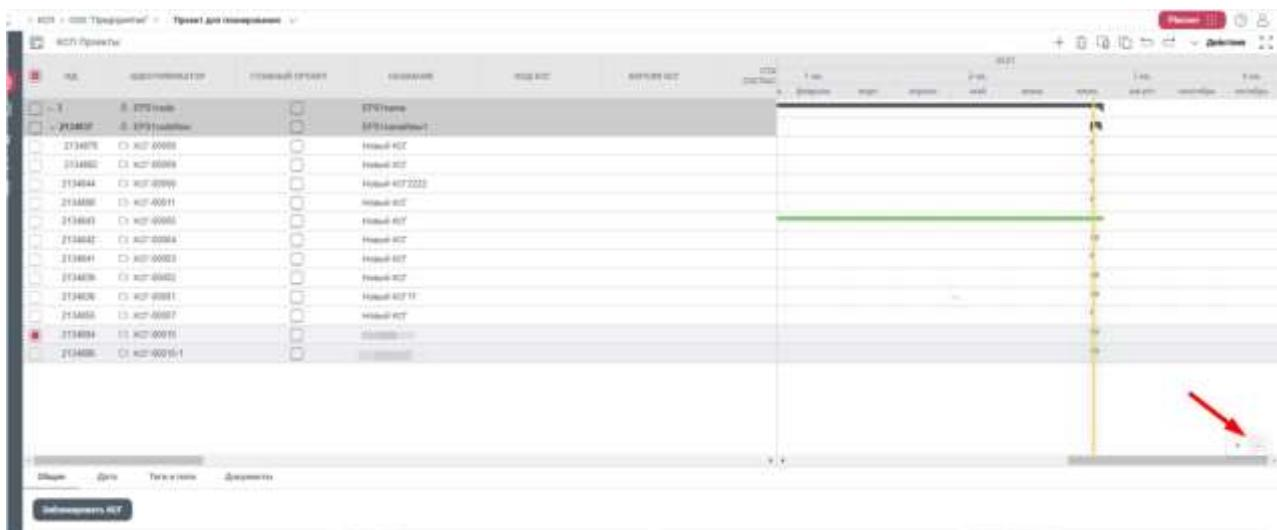

Рисунок 7 – Стандартные элементы управления «Увеличить-уменьшить масштаб диаграммы Ганта»
- уменьшить масштаб Ганта – для уменьшения размера диаграммы Ганта (Рисунок 7)